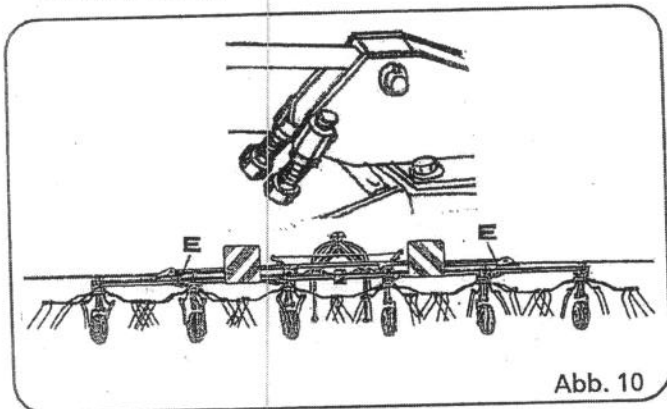

Abb. 10
1. Die Anschlagschrauben ( Abb. 10, Pos. E) dürfen auf **keinen** Fall verstellt werden (Bruchgefahr).